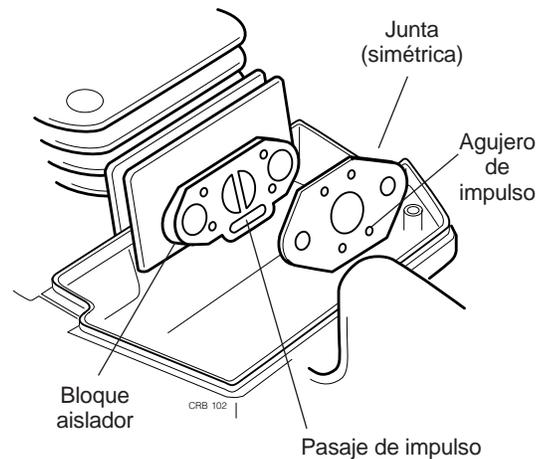

Figura 3.39 Ubicación de los pasajes de impulsos
- Instale el carburador en la motosierra en orden inverso al desmontaje. Asegúrese de que los agujeros de pasaje de impulso en la empaquetadura estén alineados con el agujero de impulso en el bloque aislador (figura 3.39)